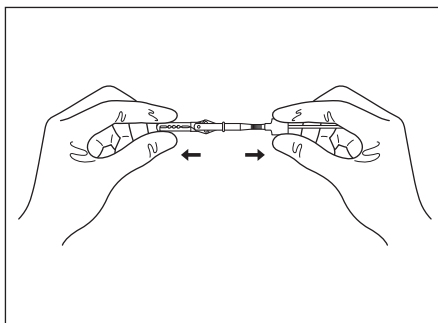

図 3.4
2. アリゲータユニットの先端を軽く引っ張って、確実に接続されていることを確認します。(図 3.4 参照)